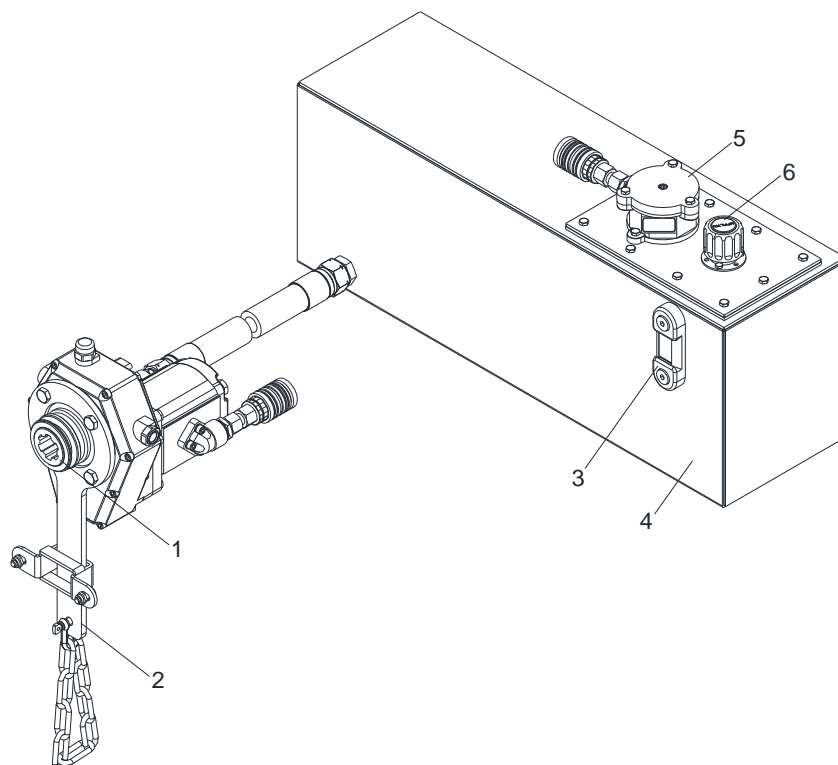

Bild 11 Externes Hydraulikaggregat
Das externe Hydraulikaggregat besteht aus einem Zapfwellengetriebe mit Aufsteckpumpe (Bild 11/1), Drehmomentstütze mit Sicherungskette (Bild 11/2), Schauglas für Ölstand- und Temperaturanzeige (Bild 11/3), Hydrauliktank (Bild 11/4), Rücklauffilter (Bild 11/5) und Einfüll- und Belüftungsfilter (Bild 11/6.)
- Die Öltemperatur, siehe Schauglas (Bild 11/3), sollte bei Arbeitsbeginn ca. 25°C betragen, ggf. Hydrauliksystem warmlaufen lassen.
- ▶ Vor Arbeitsbeginn Ölstand am Hydrauliktank überprüfen (Bild 11/3). Eine zu geringe Ölmenge kann zur Beschädigung oder Zerstörung der Hydraulikpumpe führen.